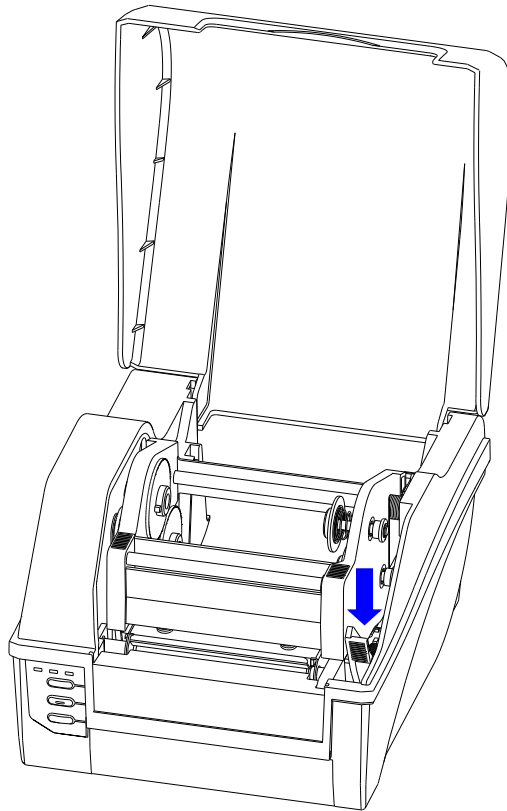

图 2-4
1. 打开打印机上盖，按下锁紧杆，松开打印模组，如图 2-4 所示。